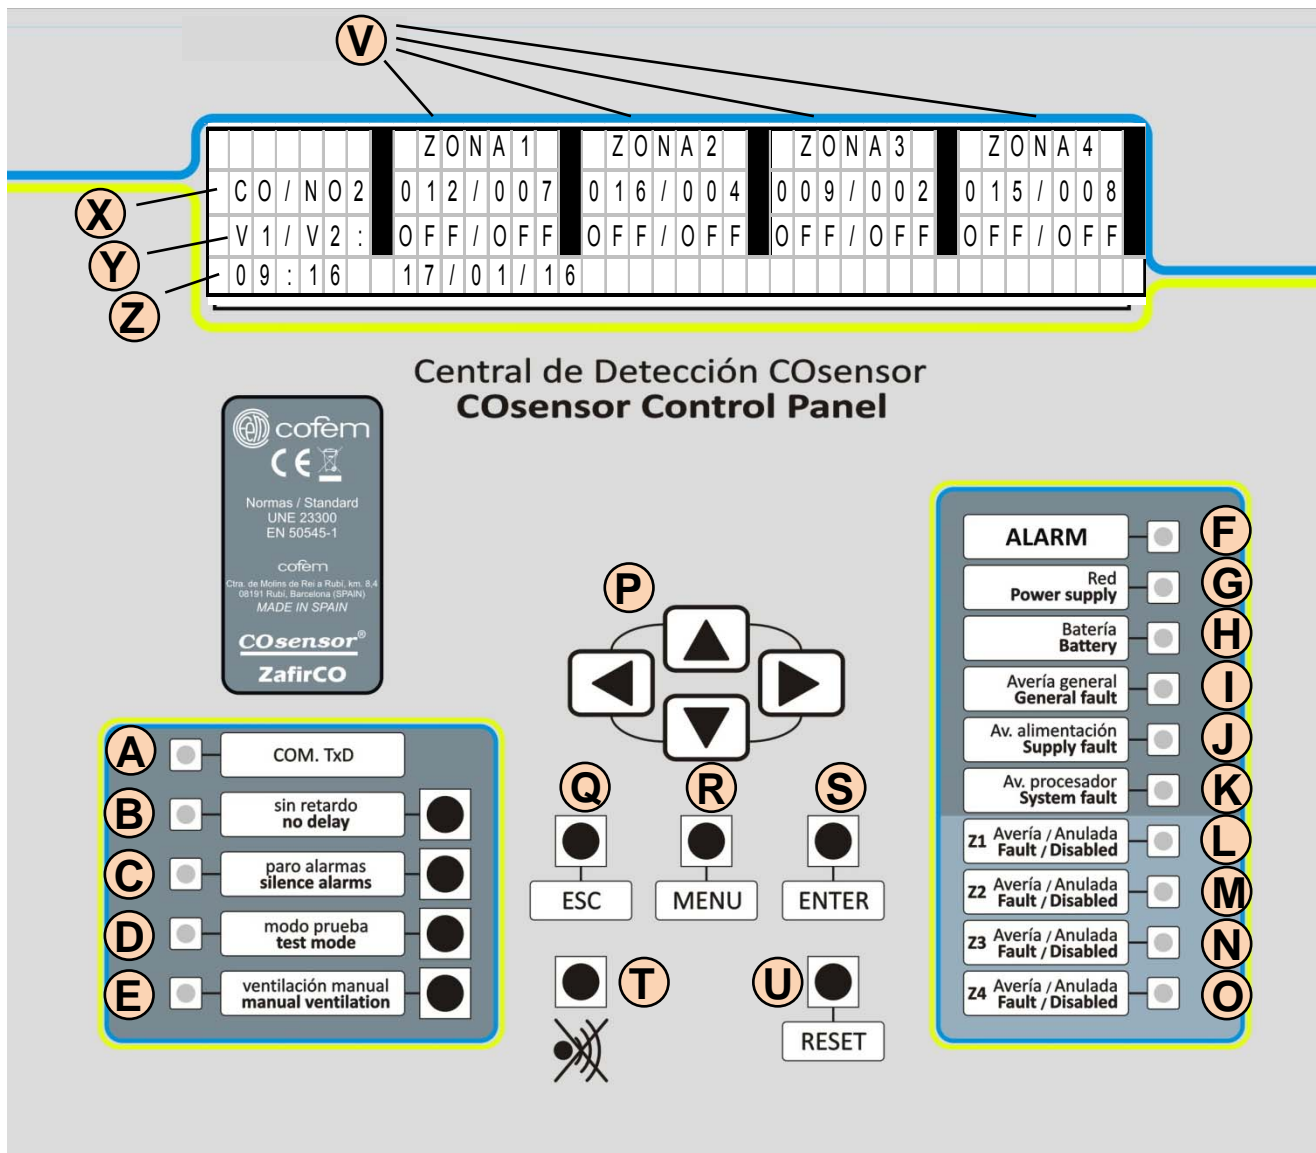

Figura 10: Panel de control de la central
9. La central debe quedar en estado de trabajo con el led de red encendido (letra G en la figura 10).
Si se produce una alarma, la central encenderá el led rojo de ALARMA (F en la figura 10) y sonará el zumbador.
En el caso de averías de alimentación, se encenderá el led ámbar de AVERÍA GENERAL y AVERÍA ALIMENTACIÓN (I y J en la figura 10), sonará el zumbador y mostrará el siguiente mensaje.